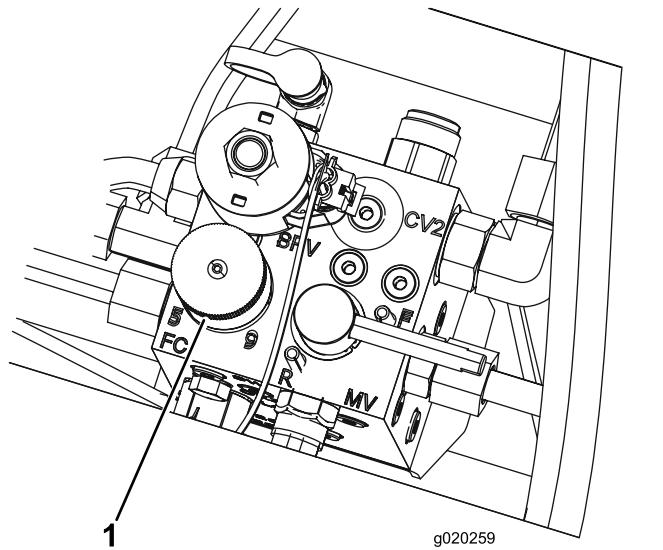

Рисунок 34
4. Для настройки скорости вращения барабана поворачивайте ручку управления (Рисунок 34) до совмещения стрелки указателя с числом, обозначающим требуемую настройку.